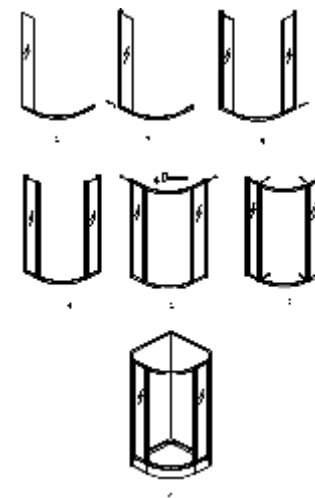

РИС.2.
3. Соберите шторку без дверей, следуя последовательности шагов 1 – 6 (рис 2.) В направляющие заведите ролики. Собранный конструкцию установите на поддон (шаг 7) и заведите в пристенные профили. На профили стекла установите декоративные вставки (профили для панелей) (№3). Зафиксируйте шторку к пристенным профилям с помощью саморезов. Заполните места стыков герметиком снаружи и внутри шторки (см.рис.2).